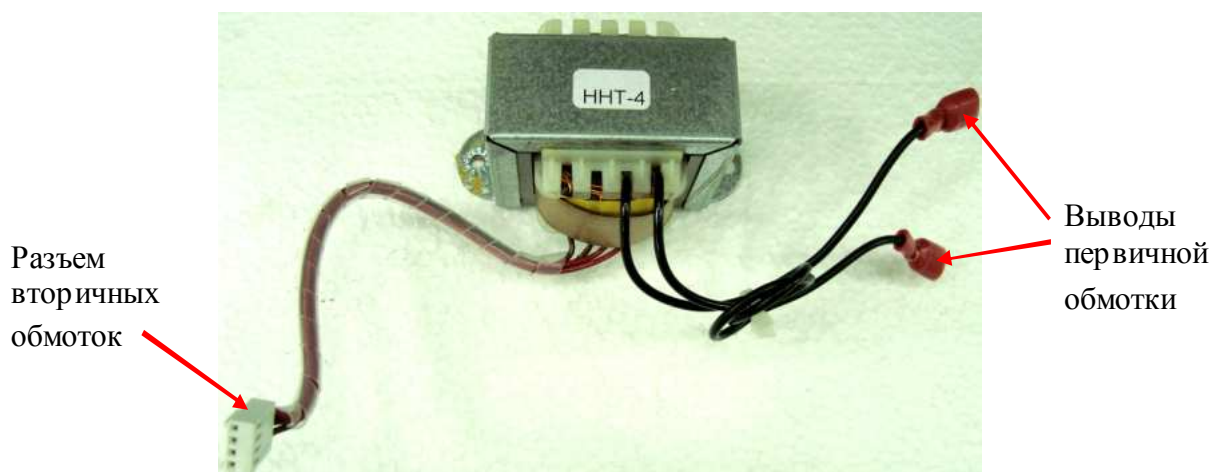

Рис. 4.10.
4.17.3. Подключить первичную обмотку трансформатора к сети ~220В. Установить на мультиметре режим измерения переменного напряжения. Поочередно измерить напряжения на выводах вторичных обмотках трансформатора (коричневые и красные провода, рис. 4.10). Напряжения должны быть равны и составлять ~11В +/-10%.